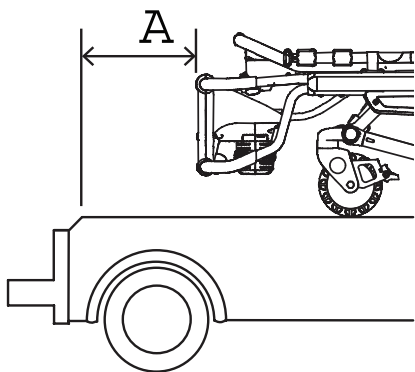

**Figur 3 – Sekskantnøgle og forlænger til fjernelsesværktøj**
**Bemærk** - Opbevar sekskantnøglen og forlængeren til fjernelsesværktøjet (Figur 3) inden i midterovertrækket, så du har adgang til dette værktøj, når du fjerner **Performance-LOAD**. Se *Sådan fjernes Performance-LOAD hurtigt* (side 22).